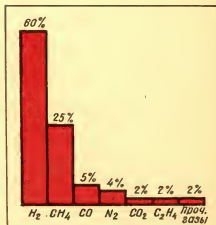

Рис. 37. Примерный состав коксового газа.
Коксовый газ после очистки применяется в качестве топлива в промышленности (в стекловаренных, мартеновских печах), так как содержит много горючих веществ (рис. 37). Он используется и как химическое сырье. Например, из коксового газа выделяют водород для различных синтезов.
- ? 19. Зная состав коксового газа (рис. 37), укажите, для получения каких органических веществ, по вашему мнению, он может быть использован.